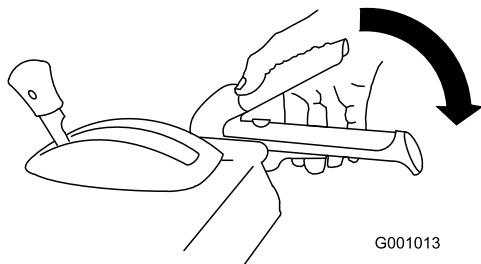

Рисунок 19
1. Для включения привода шнека/крыльчатки прижмите правый рычаг (шнека/крыльчатки) к рукоятке (Рисунок 19).